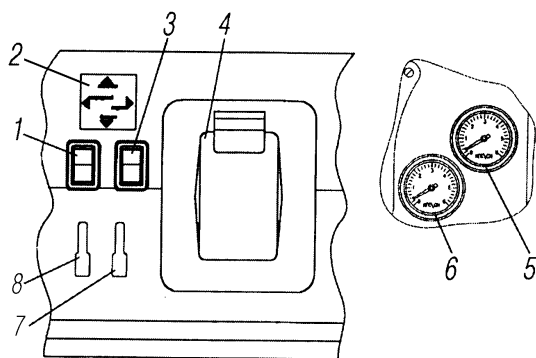

Рис. 30. Управление накачкой шин с электропневмоклапанами:
- накачка шин и выпуск воздуха из шин (см. табличку 2 на рис. 30);
Управление осуществляется с помощью клавиш 1 и 3 (см.рис. 30) из кабины водителя.